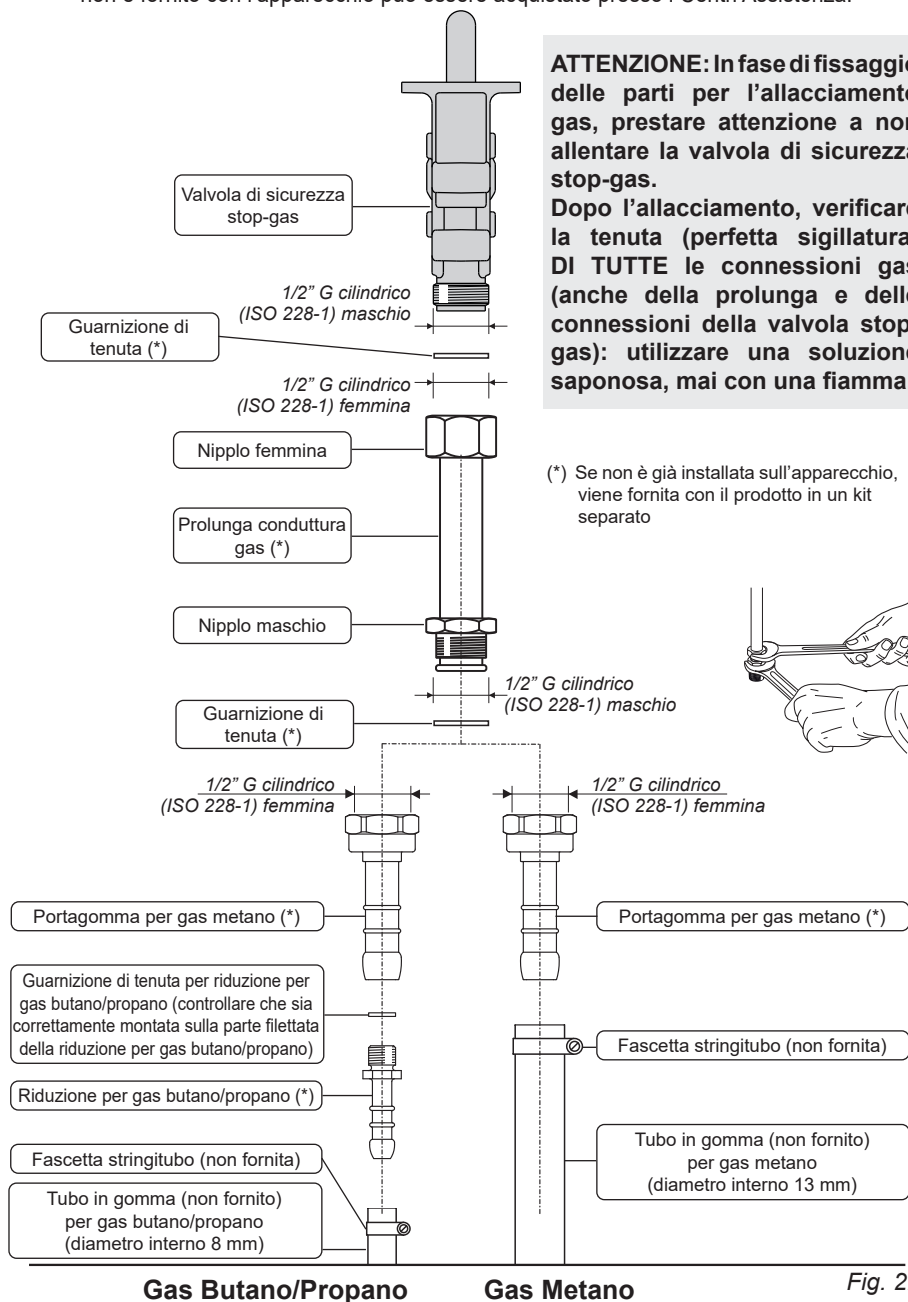

Fig. 2.2
Le parti interessate per la connessione gas (fig. 2.2) sono le seguenti:
1. Assicurarci che la prolunga conduttura gas sia correttamente installata sul prodotto. Se non è già montata, installarla procedendo come indicato in fig. 2.2 (interponendo la guarnizione di tenuta).
2. Se non è già installato, montare il portagomma per gas metano sul terminale della prolunga conduttura gas dell'apparecchio interponendo la guarnizione di tenuta (come indicato in fig. 2.2). Utilizzare due chiavi per il fissaggio delle parti (fig. 2.2).
2. Se non è già installato, montare il portagomma per gas butano/propano sul terminale della prolunga conduttura gas dell'apparecchio interponendo la guarnizione di tenuta (come indicato in fig. 2.2). Utilizzare due chiavi per il fissaggio delle parti (fig. 2.2).
- utilizzare due chiavi per il fissaggio delle parti (fig. 2.2).
**Con questo tipo di allacciamento gas NON È OBBLIGATORIO che la prolunga conduttura gas sia installata sul prodotto (fig. 2.2). Se già installata può essere pertanto rimossa.**
Per questo tipo di allacciamento NON È OBBLIGATORIO che la prolunga conduttura gas sia installata sull'apparecchio (fig. 2.2), se è già installata può essere rimossa.